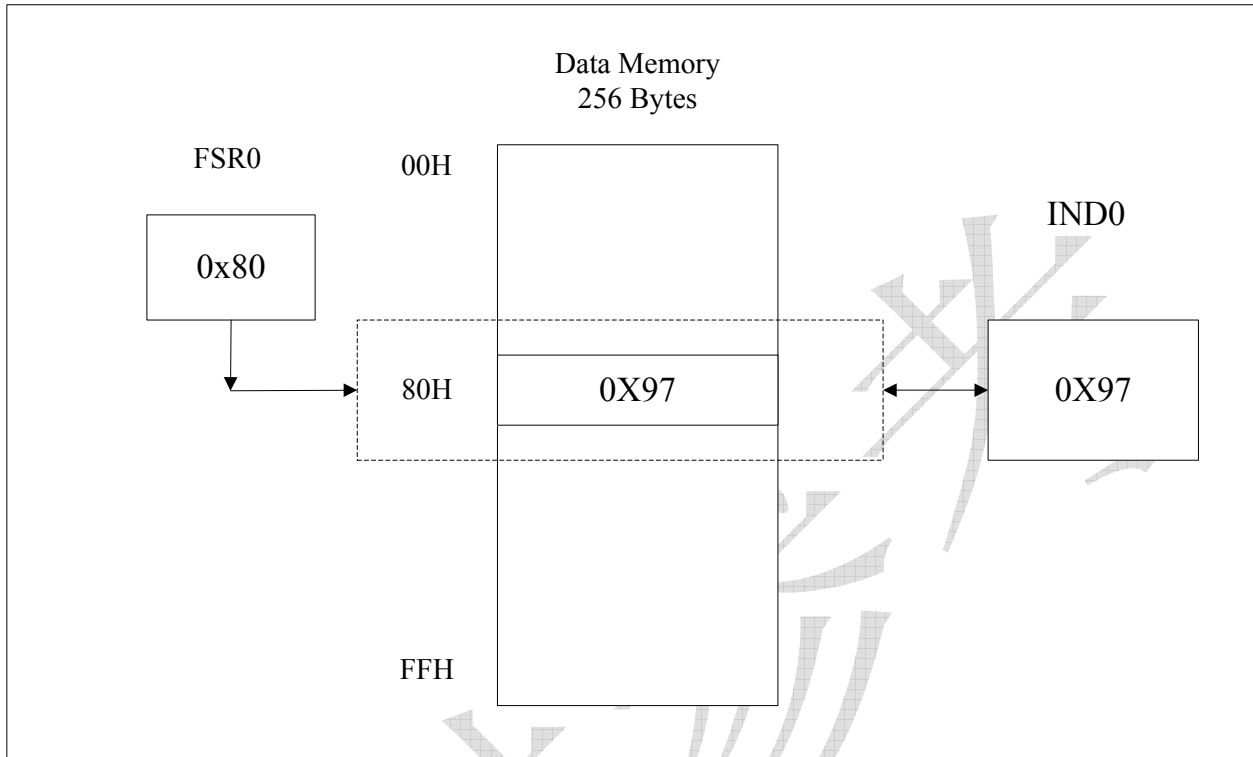

图 2-3 间接地址访问
3. 通过IND0 以及FSR0 这两个寄存器可以对数据存储器以及特殊功能寄存器进行间接访问。当从间接地址寄存器(IND0)读入数据时，MCU实际上是以FSR0 中的值作为地址去访问数据存储器得到数据。当向间接寄存器(IND0)写入数据时，MCU实际上是以FSR0 中的值作为地址去访问数据存储器将值存入该地址。其访问方式见图 2-3 间接地址访问。